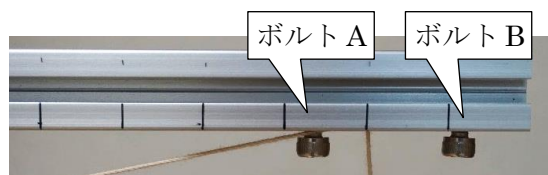

図 1-6 糸の吊り下げ部分 ( $a=16.0$  cm)
3. フレーム A 底面の目盛り線を見て、 $a$  (支柱から糸の吊り下げ位置までの距離) が 16.0 cm になるようにナットを移動し、2 本のボルトを手で締める (図 1-6 参照)。糸の長さの調節がスムーズにできるように、ボルト A が付いているナットと、糸が付いているナットとの間隔をつめすぎないように注意する。